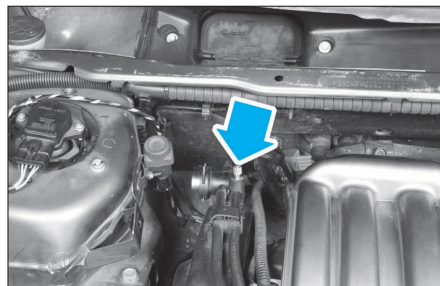

FIG. 96
- Faire chuter la pression d'essence en branchant l'extrémité de l'outil [5] sur la valve SCHRADER (Fig.96) et récupérer l'essence dans un récipient.